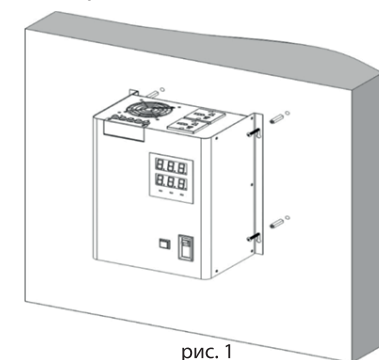

рис. 1
4. Установите АСН на стенку, и аккуратно затяните болты. (рис. 1)